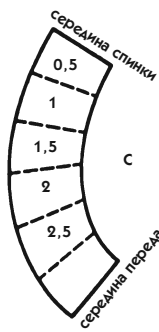

Рис. 405
4. **Воротник, более отстающий от шеи.** Сделайте то же самое на другом комплекте лекал, используя цифры рис. 405. Указанные пропорции годятся для любых вырезов горловины — и малых, и больших, но при обязательном условии: основой должно являться лекало классического плосколежащего воротника. Надо учесть также, что при обхвате горловины более 38 см распах наиболее глубоких 3 вытачек лекала 405 надо увеличить на 1—2 мм.